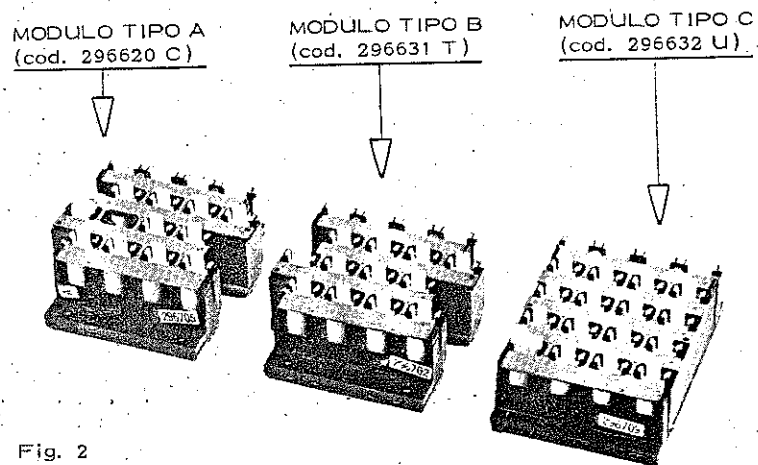

Fig. 2
- A) MODULO ALFABETICO DI TIPO A. E' un modulo con quattro file di tasti sfalsati (fig. 2) sempre montato all'estrema sinistra di ogni tipo di tastiera.
- C) MODULO NUMERICO DI TIPO C. E' un modulo a cinque file di tasti allineati (fig. 2) utilizzato per le zone numeriche e di servizio.